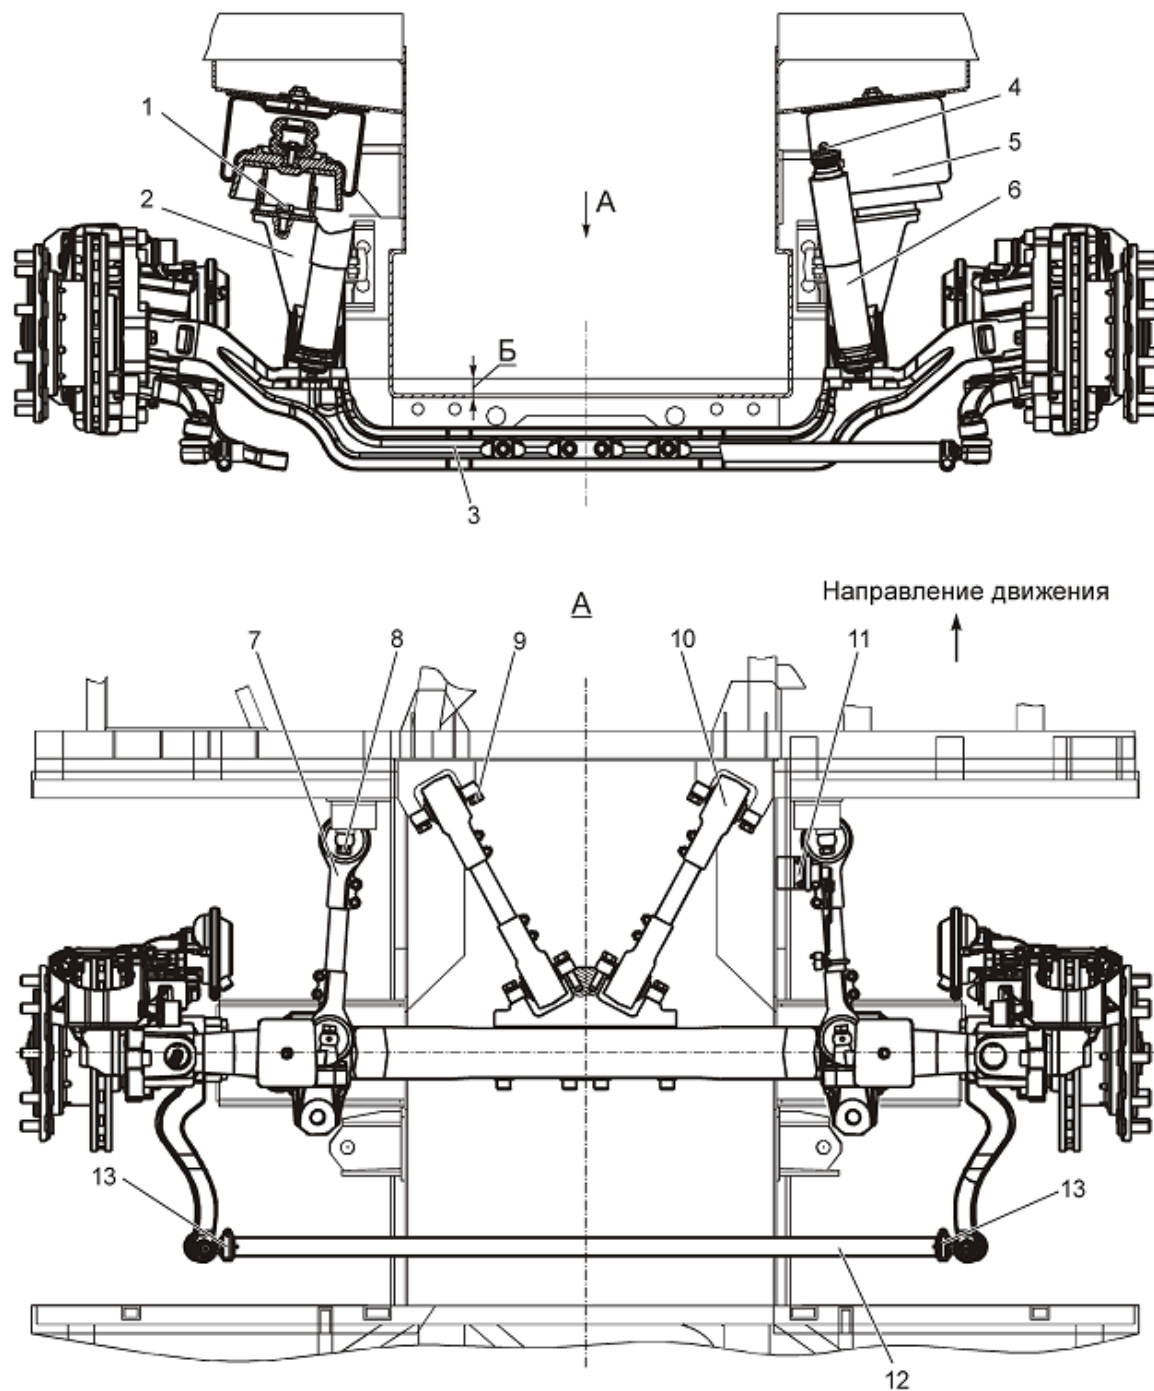

Рисунок 3.6.2 – Передняя подвеска:
Подвеска передней оси состоит из опор 2 (рис. 3.6.2), системы реактивных штанг, двух амортизаторов 6, двух пневмобаллонов 5 и крана уровня пола 11.
- момент затяжки болтов 8, 9 (рис. 3.6.2) крепления головок реактивных штанг к каркасу троллейбуса и к балке передней оси – 275...314 Н·м (28...32 кгс·м);
Регулировка схождения колес осуществляется изменением длины тяги 12 (рис. 3.6.2) путем ее вращения при ослабленных гайках хомутов 13. После регулировки затянуть гайки хомутов 13 моментом 70...80Н·м (7...8 кгс·м).